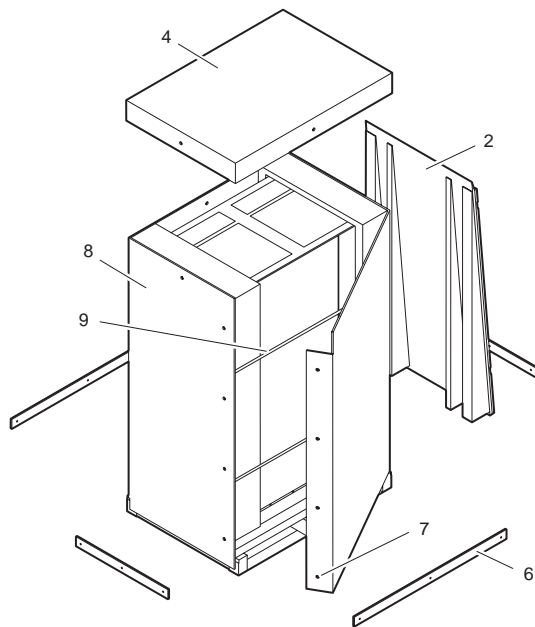
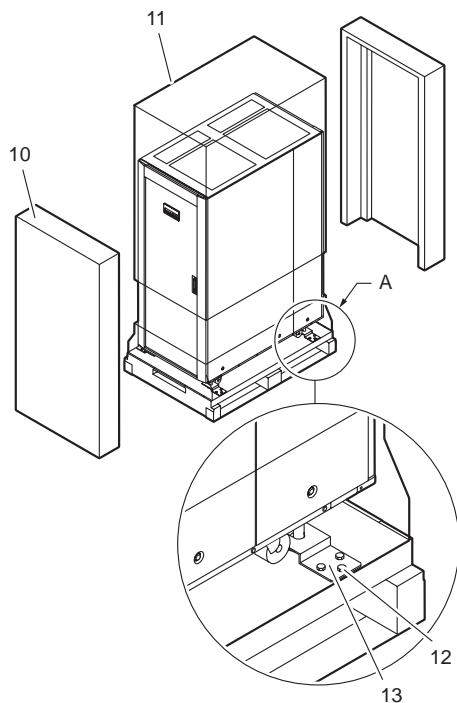

图 4 装运容器分解视图
图 5 容器内部视图和固定托架位置
4. 使用钩扳手或 18 号扳手取下 12 个螺栓（图 4，5），然后移除四个挡板（图 4，6）。
使用螺丝刀取下 4 个螺钉（图 4，7），移除外部装运箱（图 4，8）。
5. 切断里面的绑带（图 4，9），移除两侧的衬垫（图 5，10）。移除外部的塑料袋（11）。使用钩扳手或 18 号扳手取下 12 个螺栓（12），然后移除四个固定托架（13）。